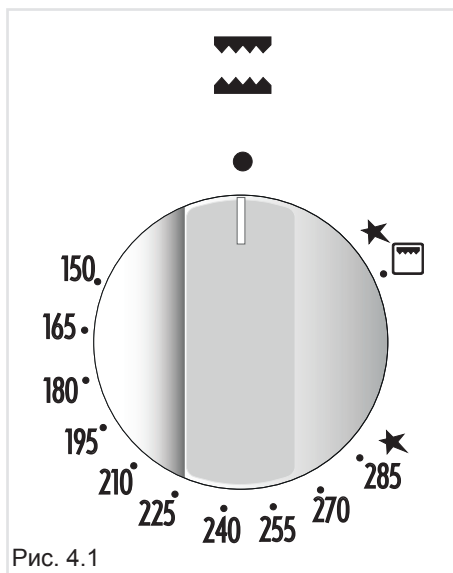
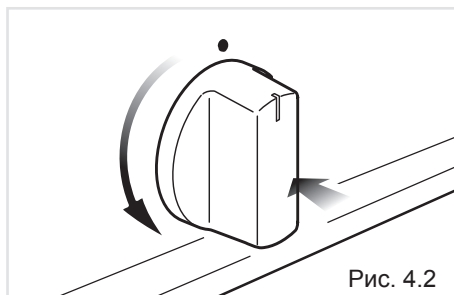

Рис. 4.1
Рис. 4.2
Числа от “150” до “285”, изображенные на передней панели управления (рис. 4.1), соответствуют различным уровням температуры в духовке, расположенным по возрастающей.
2. Слегка вдавите ручку термостата и поверните против часовой стрелки (Рис. 4.2) до положения **285** ★ (Рис. 4.1), затем глубоко вдавите ручку для активации функции электрического зажигания и откройте подачу газа.
2. Слегка нажмите и поворачивайте ручку термостата по часовой стрелке (Рис. 4.1) до положения  (Рис. 4.1), затем глубоко вдавите ручку для активации функции электрического зажигания и откройте подачу газа.